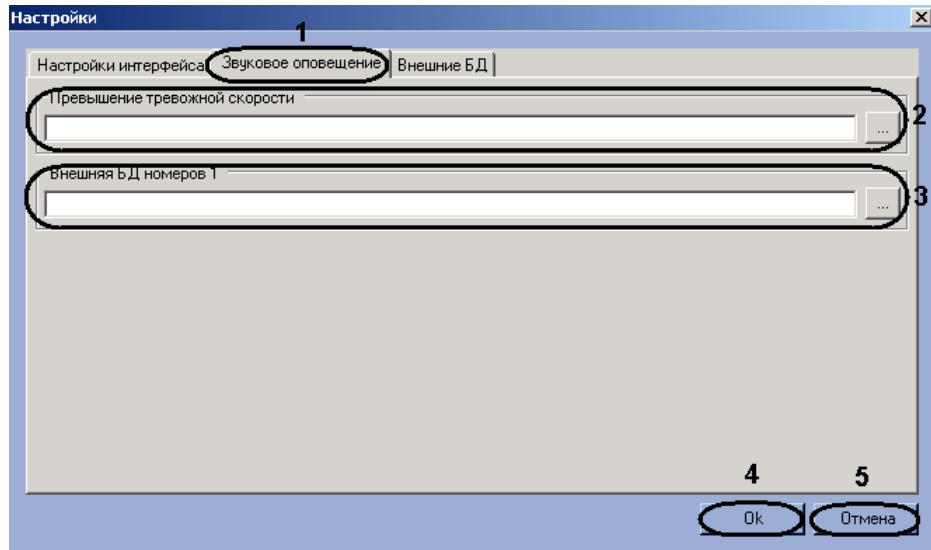

Рис. 7.8—10. Выбор звуковых файлов
- Для задания звукового оповещения при превышении скорости транспортного средства нажать кнопку «...» справа от поля «Превышение тревожной скорости» (см. Рис. 7.8—10, 2). В открывшемся стандартном диалоговом окне «Открыть» выбрать требуемый звуковой файл, после чего нажать «Открыть». В результате выполнения операции полный путь к файлу отобразится в поле «Превышение тревожной скорости» (см. Рис. 7.8—10, 2).
- Для задания звукового оповещения при обнаружении распознанного номера во внешней базе данных номеров нажать кнопку «...» справа от поля, соответствующего требуемой базе данных (см. Рис. 7.8—10, 3). В открывшемся стандартном диалоговом окне «Открыть» выбрать требуемый звуковой файл, после чего нажать «Открыть». В результате выполнения операции полный путь к файлу отобразится в соответствующем поле (см. Рис. 7.8—10, 3).